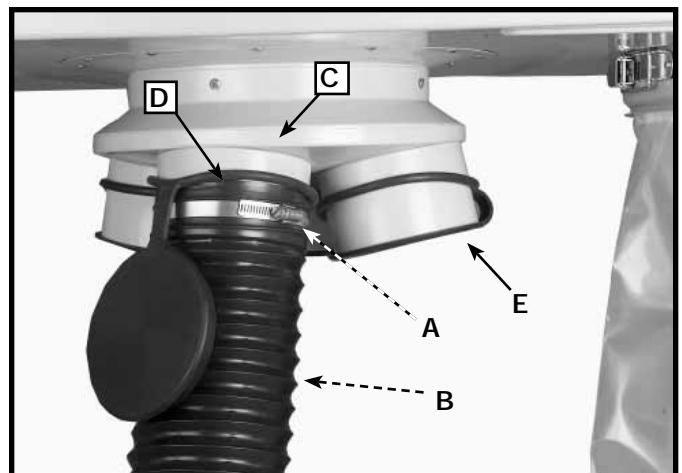

Fig. 13
**REMARQUE** : insérer la portion ouverte (D) des anneaux du capuchon d'admission autour et sur les extrémités de chaque goulotte à poussière avant de raccorder le tuyau.
Pour l'assemblage du tuyau collecteur de 12,7 cm (5 po) au module moteur-souffleur, attacher lâchement le collier de serrage du tuyau (A) fig. 13, autour d'une extrémité du tuyau flexible (B) et raccorder le tuyau à la goulotte à poussière (C). Serrer le collier de serrage du tuyau (A). Assembler l'autre collier de serrage à l'autre extrémité du tuyau flexible et le raccorder à la machine de travail du bois.
**REMARQUE** : ne pas utiliser le dépoussiéreur avec l'une des goulottes à poussière (C) fig. 13, sans capuchon ou tuyau. Pour couvrir un trou sans tuyau, insérer le capuchon plat d'admission (E) sur la goulotte à poussière comme indiqué à la figure 13.